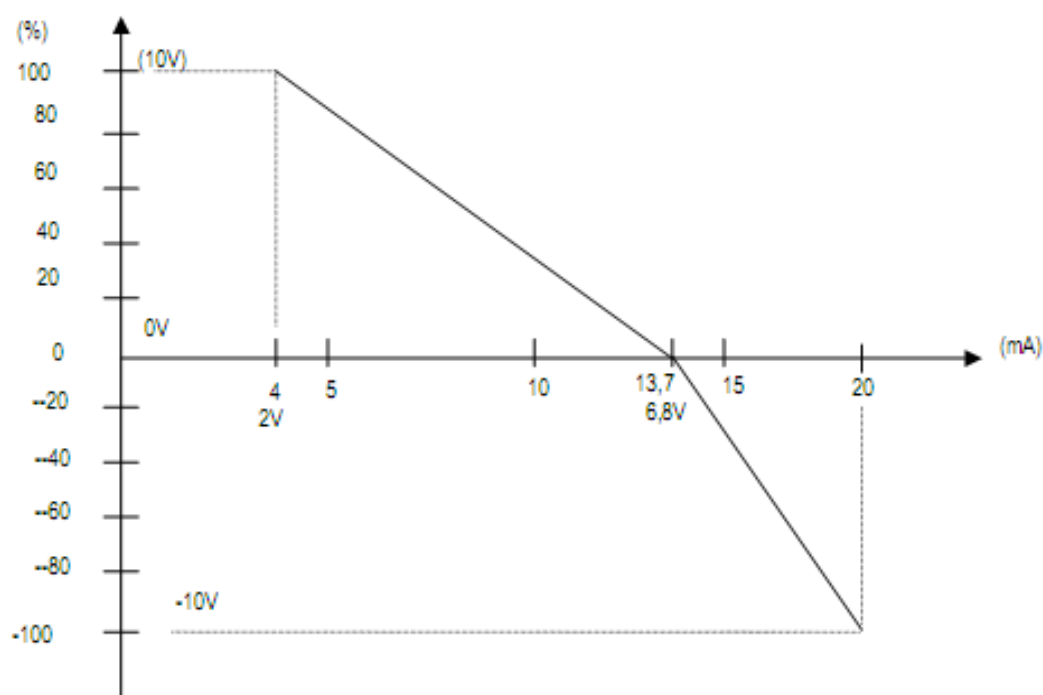

Figura 3.178. Curva de posição do atuador.
- iv) Verifique a tensão de retorno da posição do Atuador, bornes 15 (+) e borne 16 (-), esta deve estar de acordo com o gráfico apresentado na **figura 3.178** abaixo: